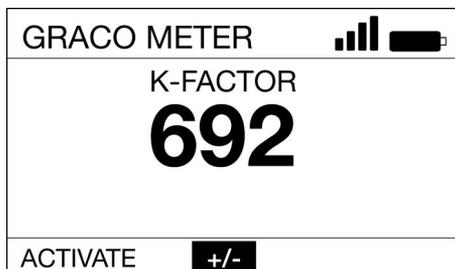

Fig. 22
7. Utiliser la flèche DROITE du pavé de navigation pour sélectionner +/-, puis appuyez sur la touche ENTRÉE du pavé de navigation (FIG. 22).